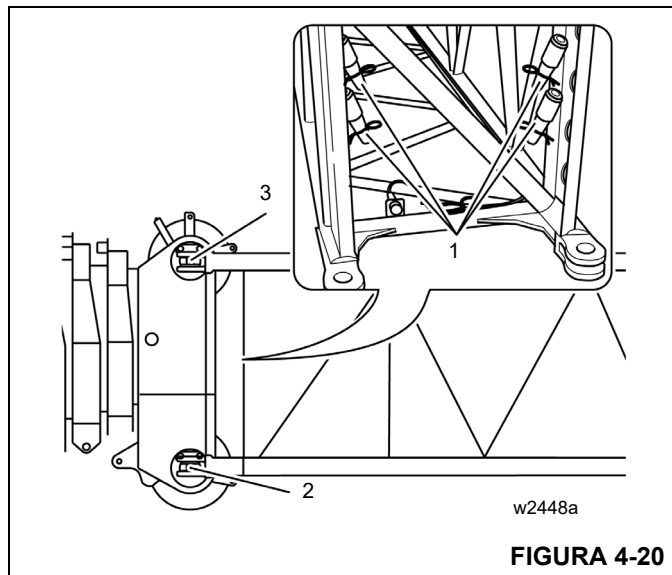

FIGURA 4-20
Los pasadores de fijación (1) para la conexión están en los sujetadores en la base de las secciones de 26 pies y están fijados con pinzas de retención (Figura 4-20).
1. Apoye el inserto de 26 pies con rodillo de apoyo en una grúa auxiliar y levántelo delante de la cabeza de la pluma principal para que los puntos de soporte (2) y (3) se alineen con ella en ambos lados (Figura 4-20).
1. Fije el inserto de 26 pies en una grúa auxiliar y levántelo hasta que se quite el peso de los puntos de soporte (2) y (3) (Figura 4-20).
2. Retire las pinzas y los pasadores de retención de los puntos de soporte (2) y (3) en ambos lados (Figura 4-20).